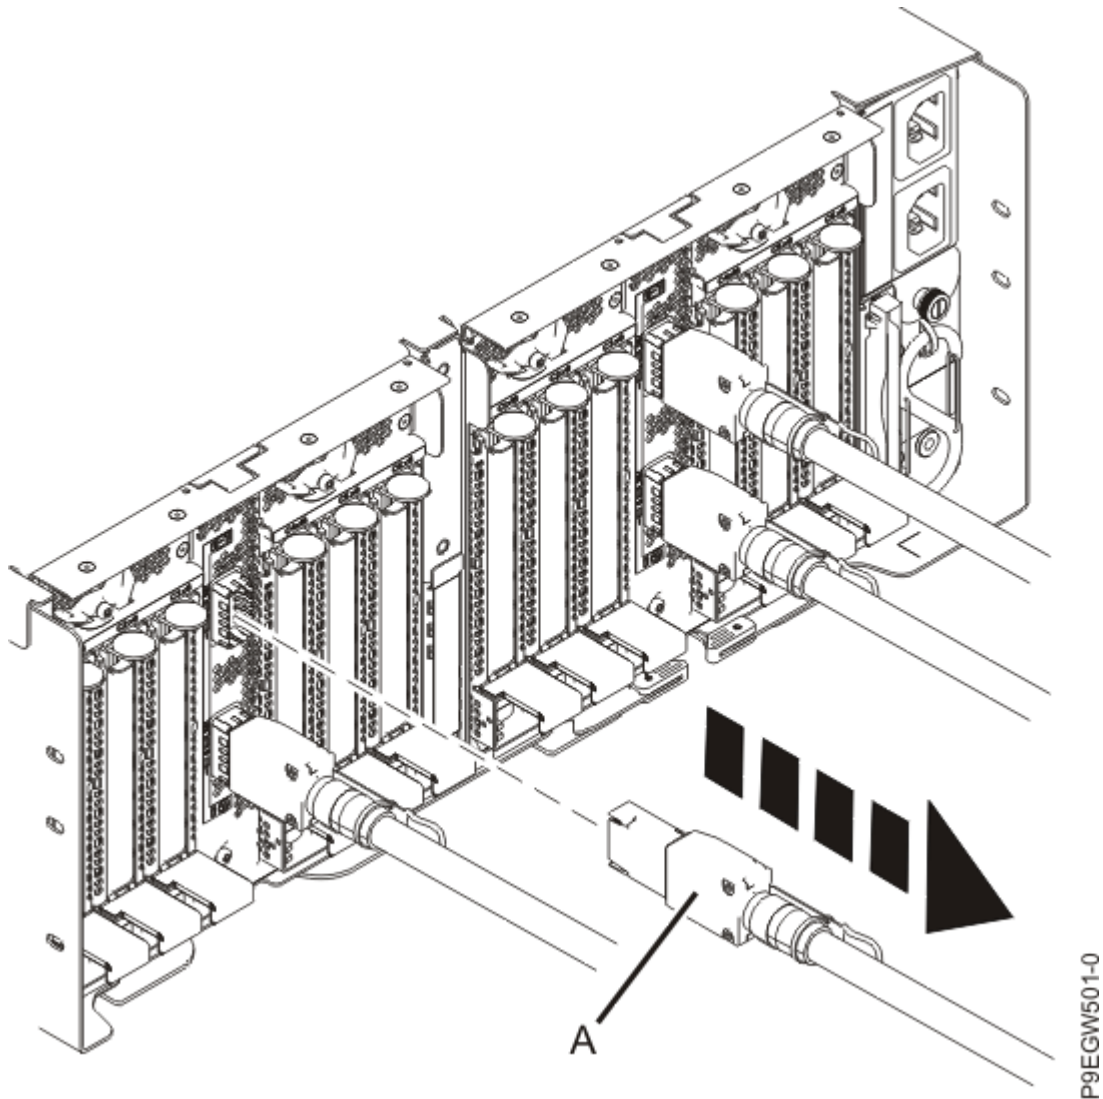

图 5: 从 ENZO PCIe4 扩展抽屉 中卸下扩展抽屉电缆
6. 要从 ENZO PCIe4 扩展抽屉上的 I/O 模块拔下扩展抽屉电缆，请握住拉片并从 ENZO PCIe4 扩展抽屉上的 I/O 模块端口拔出扩展抽屉电缆 **(A)** 的另一端，如 第 16 页的图 5 中所示。